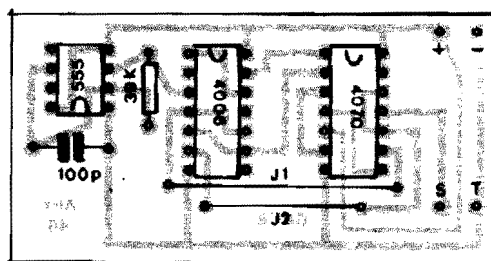

Fig.3
- FIG. 3 - CHAPEADO DA MONTAGEM - Sobre o lado não cobreado da plaquinha, quase "nada": os três Integrados, o resistor, o capacitor e (não esquecer disso...) os dois jumpers (codificados como J1 e J2...), que nada mais são do que pedaços simples de fio interligando duas ilhas/furos específicos... O único ponto que requer um pouco mais de "zóio": a orientação de cada um dos Integrados, sempre referenciada pela marquilha existente em